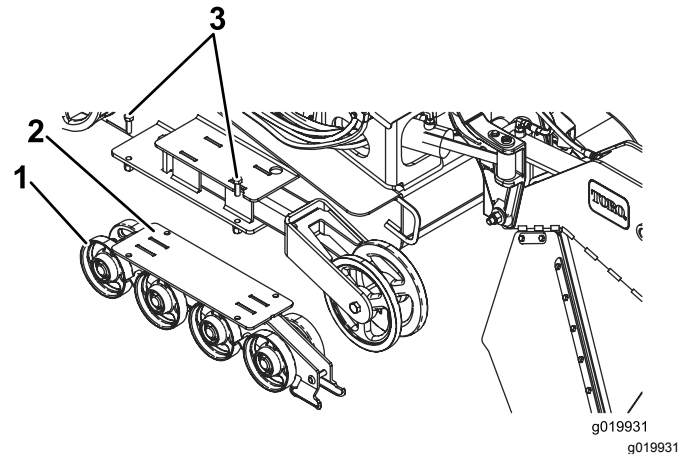

Figure 50
4. Retirez les 4 boulons de fixation de chaque guide-chaîne inférieur qui contient les galets de roulement, et déposez-les (Figure 50).